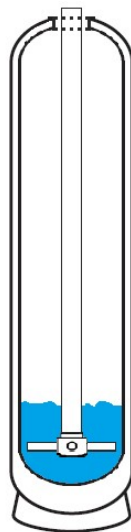

Figura 2.15: Paso 1. Carga de la botella
- **Paso 1:** Llenar el fondo del tanque con agua hasta sobrepasar 200 mm (aproximadamente) el conjunto distribuidor inferior (Figura 2.15)